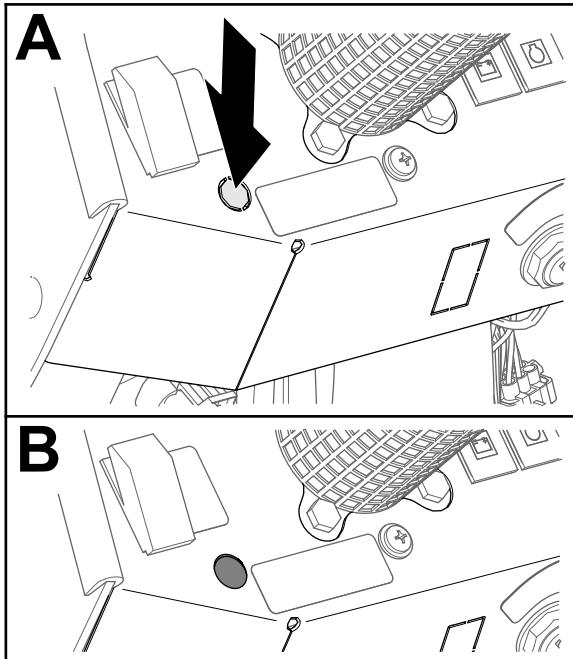

Figura 24
1. Retire el tapón redondo del salpicadero, según se muestra en Figura 24.